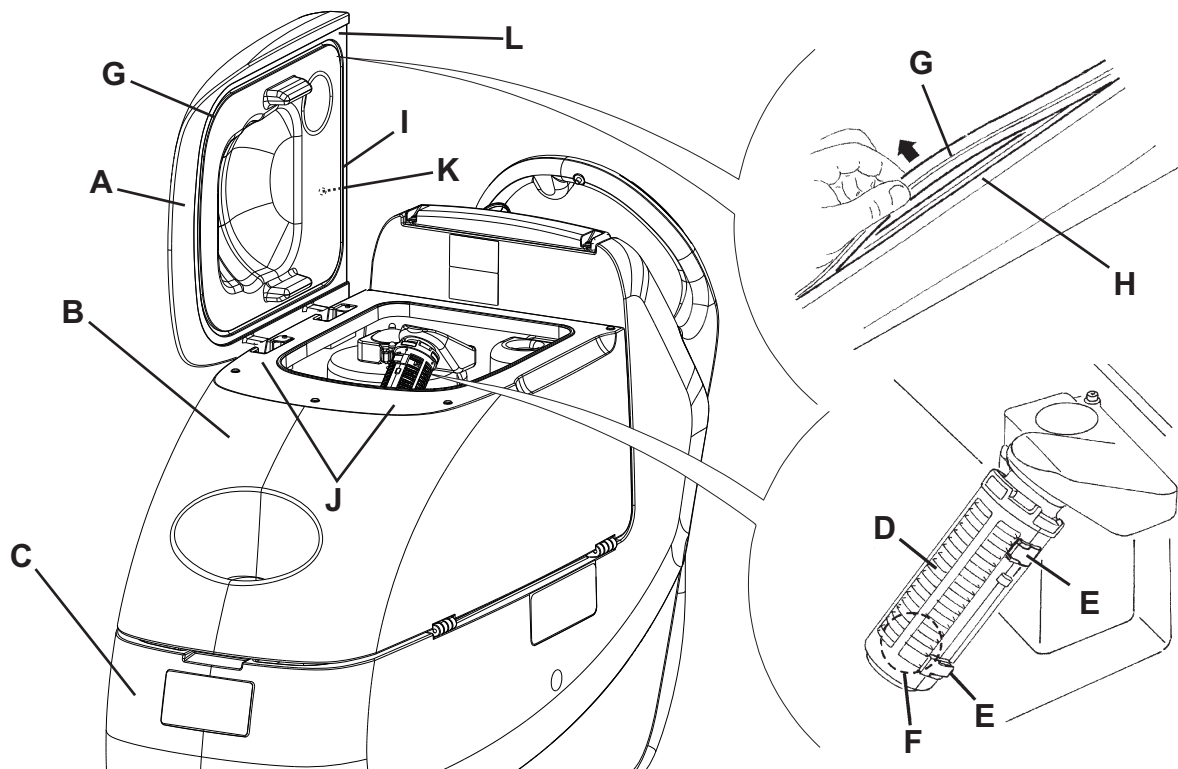

Abbildung 9
2. Den Zündschlüssel (80) auf "0" stellen.
3. Den Deckel (A, Abb. 9) in der Waschposition (L) bringen.
4. Den Deckel (A), die Tanks (B und C) und das Ansauggitter mit automatischem Schwimmverschluss (D) mit klarem Wasser reinigen und waschen.